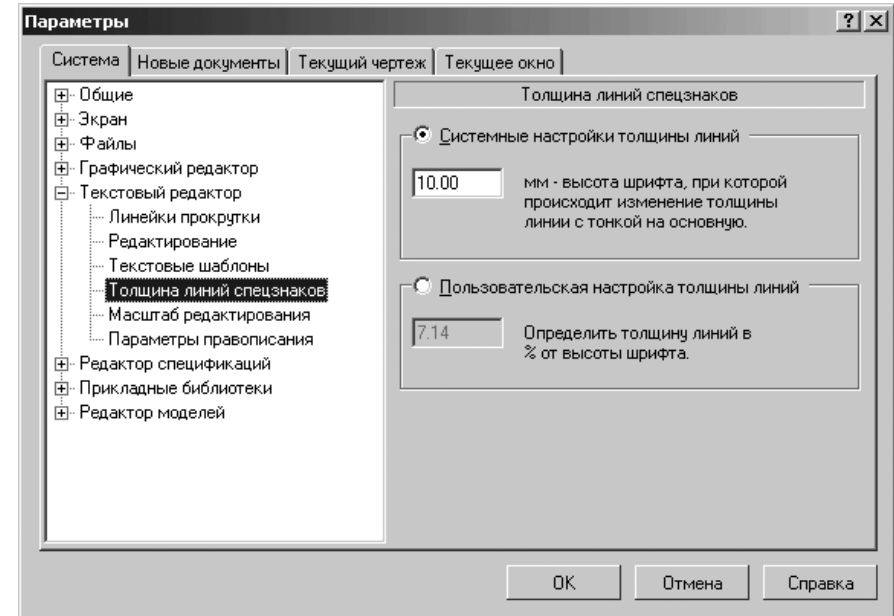

Рис. 9.38. Диалоговое окно **Параметры** с открытой вкладкой **Система** и открытой панелью **Толщина линий спецзнаков**
- щелкните по пункту **Толщина линий спецзнаков**. Откроется в правой части диалогового окна панель **Толщина линий спецзнаков** (рис. 9.38).